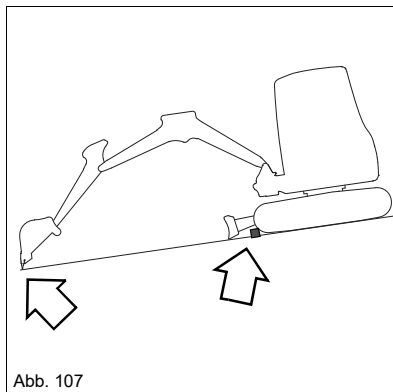

Abb. 107
- Fahrzeug mit Unterlegkeilen sichern (siehe Abb. 107).